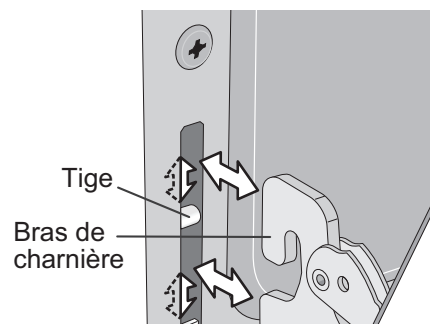

Figure 81 : Charnière du four et tige
2. En tenant la porte dans le même angle qu'elle a été retirée, alignez et introduisez soigneusement les deux bras des charnières entre les tiges situées de chaque côté du cadre de la porte du four (figure 81).